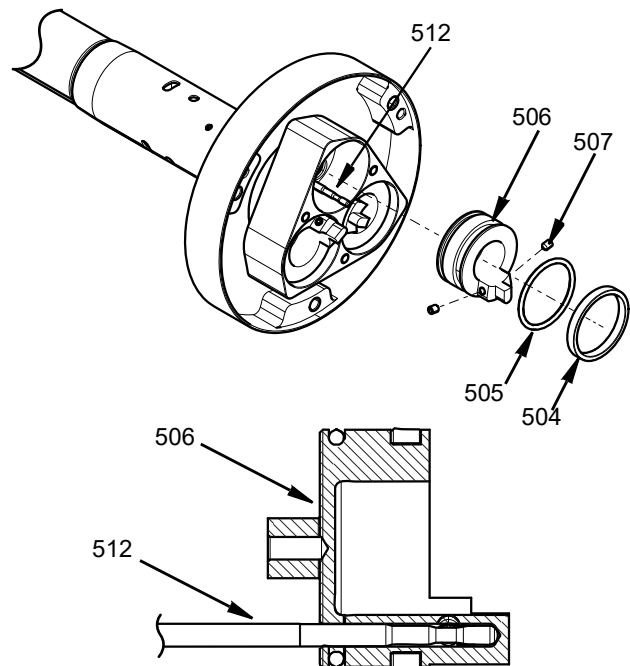

図 31
- a. Oリング (505) とガイドリング (504) を合成グリースを使って潤滑します。
- c. ピストンをシリンダーハウジング (509) に挿入しながら、ロッドシャットオフバルブの穴をロッドシャットオフバルブ (512) に合わせます。
- d. ロッドシャットオフバルブの下部がピストン穴の内部に出るように、ピストンとロッドシャットオフバルブを一緒に押し込みます。以下を参照してください: 図 31 を参照ください。
- e. ネジロッカー (Loctite™ 242 Blue、または同等) を 2 本の M4 ネジ (507) に取り付け、ピストンとロッドシャットオフバルブを一緒にロックするように締め付けます。29.2 in-lbs (3.3 N·m) のトルクで締めます。
- f. ロッドシャットオフバルブとピストンが結合しないで均等に動くように、それらの運動を確認します。以下を参照してください: 図 31 を参照ください。